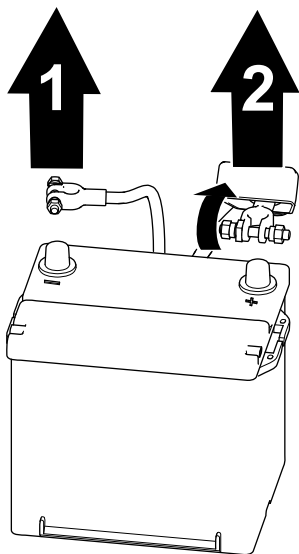

Figura 62
1. Deconectați cablul negativ al bateriei de la borna bateriei (Figura 62).
2. Ridicați izolatorul și îndepărtați cablul pozitiv al bateriei de la borna acesteia (Figura 62).